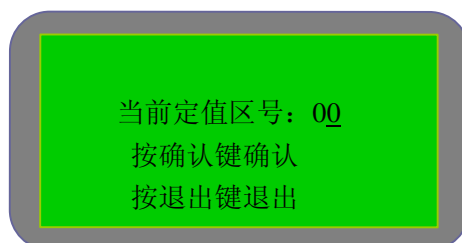

图 5-2-2
- 2) 切定值区：在定值菜单中选择了“切定值区”进入定值区切换界面，如图 5-2-2，可以改变当前定值区号，确认后要求输入密码 8888。